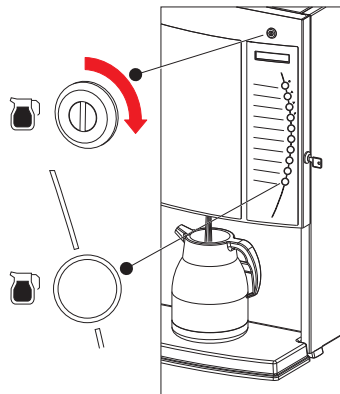

Abb. 30
1. Stellen Sie eine leere Thermoskanne unter den Auslauf Öffnung (Abb. 30).
Nur Personen, die über den Schlüssel für den Kannenschlüsselschalter verfügen, können eine Kanne abnehmen. Siehe Abb. 30.